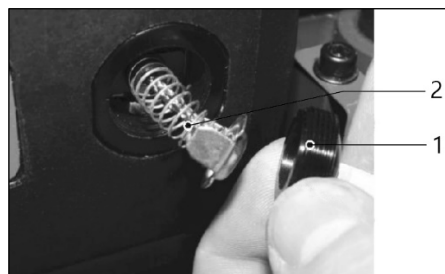

Рисунок 12.
- ослабьте крепление щёткодержателя **1** (рис. 12) и осторожно выньте щётки из двигателя;